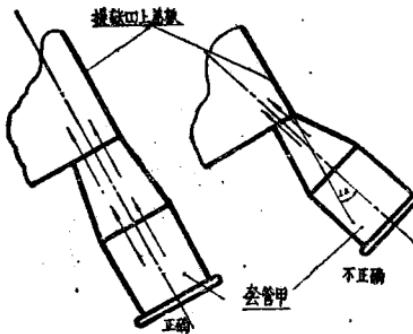

图1-7 套管甲和左右侧壁焊接。
1. 提麸器套管甲的中心线应和上盖板平行。如产生夹角物料不能顺利向上输送，影响提麸，如图1-7所示。